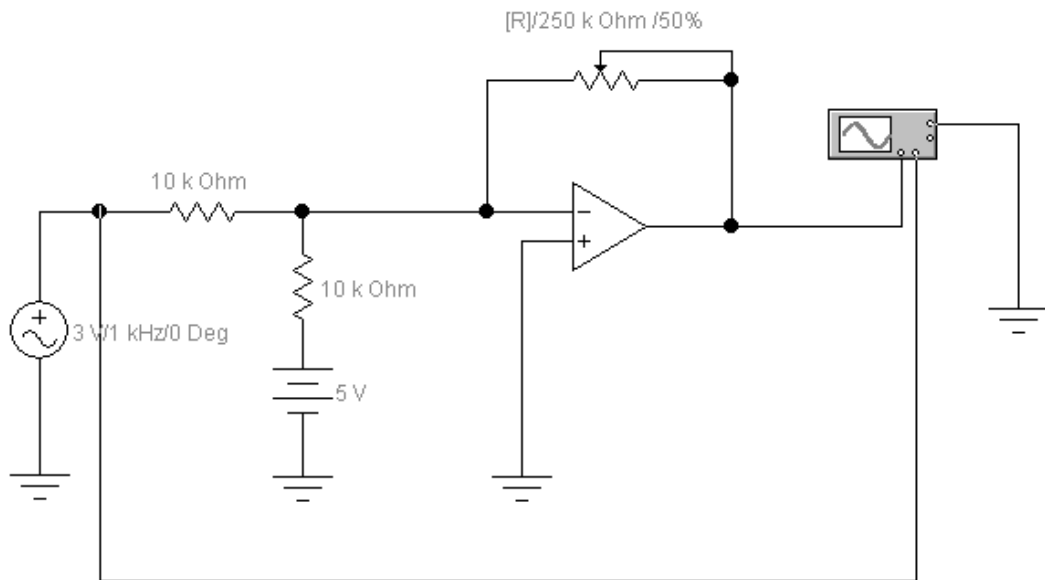

Рисунок 3.1 – Функціональна схема досліджуваного нелінійного кола
- 5 Зібрати схему для проведення досліджень (рисунок 3.1). З'єднати вихід генератора зі входом осцилографа. Для їх з'єднання необхідно натиснути лівою клавішею маніпулятора миші в точці з'єднання в момент появи стрілки. Утримуючи клавішу, переміщати маніпулятор миші. Відпустити клавішу необхідно в момент появи іншої точки в потрібному місці з'єднання. Наявність лінії - підтвердження правильності з'єднання.